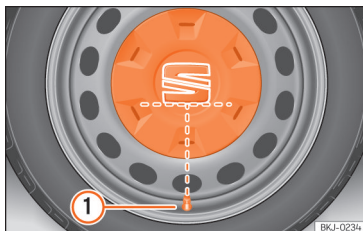

Fig. 32 Colocação correta do tampão central da roda para jantes de aço.
- Coloque o tampão central da roda sobre a jante. A parte inferior da sigla «S» do emblema da SEAT deve coincidir com a válvula de enchimento »» **Fig. 32 ①**.